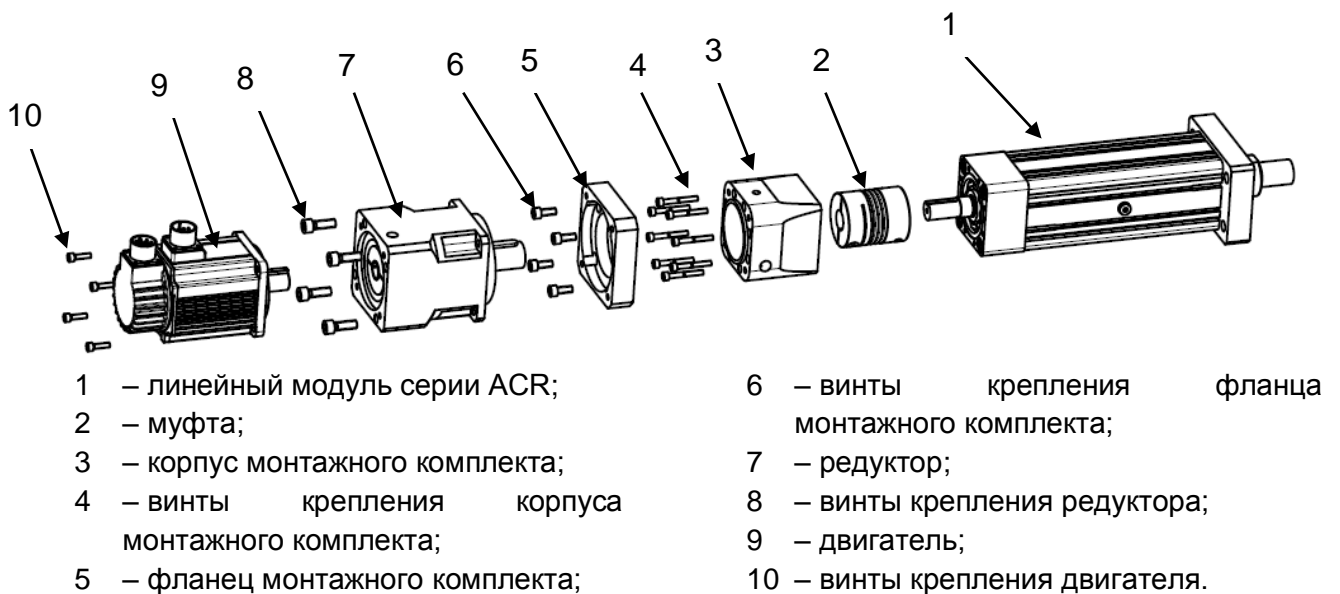

Рисунок 3 – Установка двигателя соосно с помощью монтажного комплекта AM – ACR.
2.4.5.1 Схема для установки двигателя соосно (см. рисунок 3).